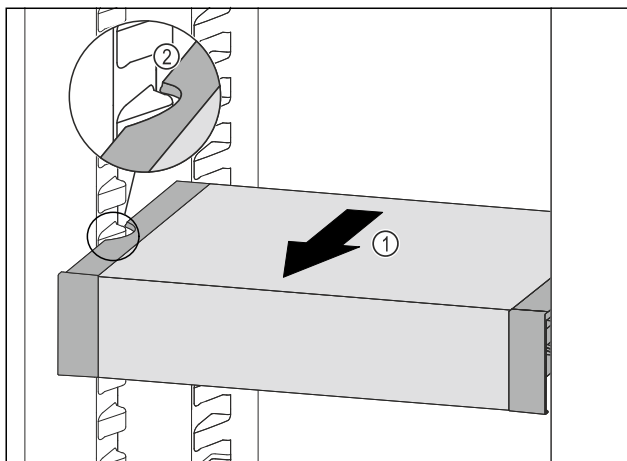

Fig. 179
- Táhněte VarioSafe dopředu Fig. 179 (1), dokud nebudou boční vybrání VarioSafe na úrovni žebrování na nádoby v chladničce. Fig. 179 (2)